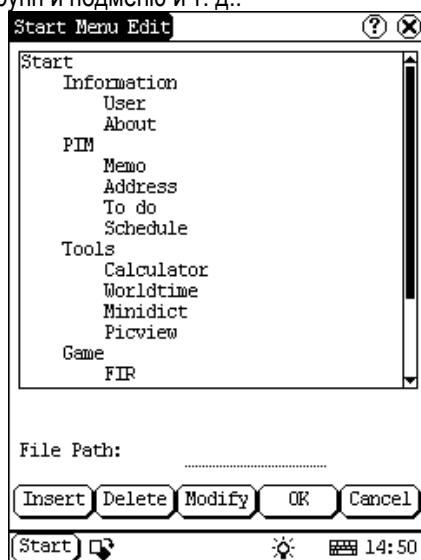

Рисунок 4-34
- 2) Тогда вы можете смотреть соответствующую информацию в списке интерфейсе. (см. рисунок 4-34)